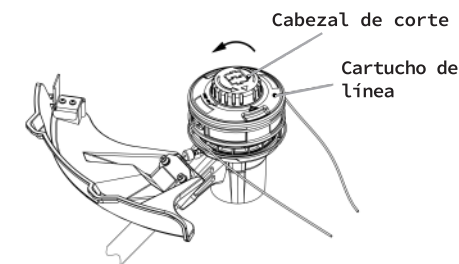
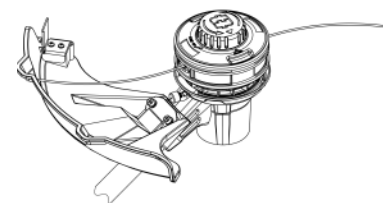

Fig.9B
Fig.9C
3. El final de la línea aparece en el ojal opuesto del carrete. Tira de ambos extremos de la línea hasta que tengan la misma longitud. (Fig. 9B)
4. Sostenga el cartucho de línea con una mano y gire la perilla en sentido en el sentido contrario de las agujas del reloj con la otra mano, hasta que ambos extremos tengan aproximadamente 6 pulgadas de largo. (Fig. 9B / Fig. 9C)